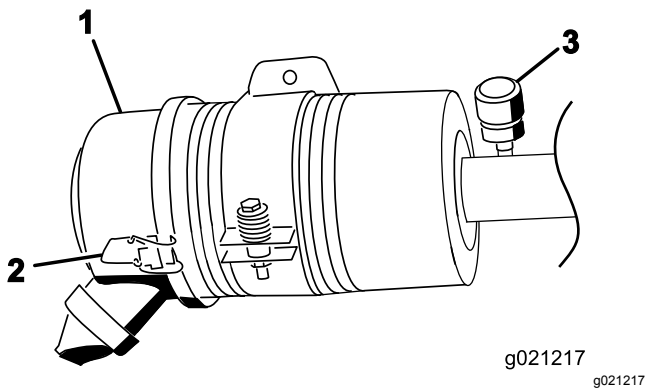

Figure 72
Faites l'entretien du filtre à air uniquement quand l'indicateur de colmatage indique que cela est nécessaire (Figure 72). Ne remplacez pas le filtre à air plus fréquemment que nécessaire ; cela ne fait qu'accroître le risque de contamination du moteur par des impuretés quand le filtre est déposé.
1. Desserrez les attaches qui fixent le couvercle sur le boîtier du filtre à air (Figure 72).